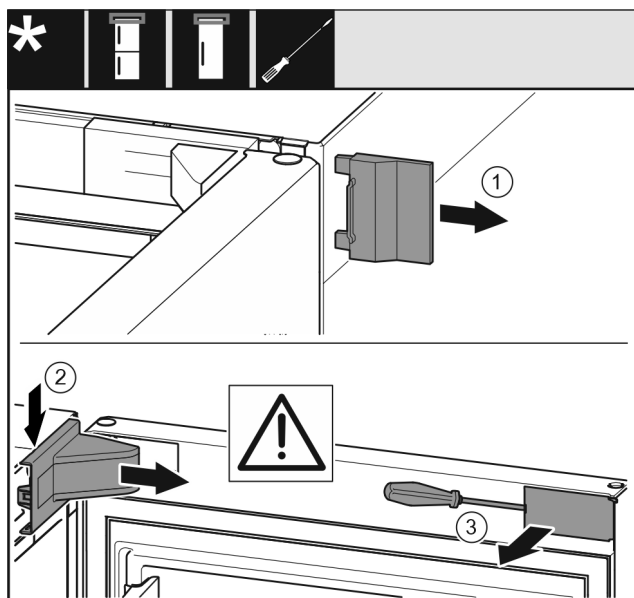

Fig. 4
► 取下外盖。 Fig. 4 (1)
► 拆卸并松开托架盖。取下托架盖。 Fig. 4 (2)
► 使用带槽螺丝刀松开隔板并把它转到一边。 Fig. 4 (3)